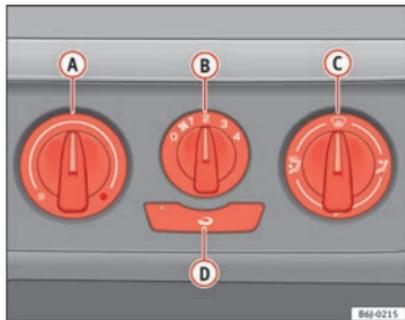

Fig. 103 Mandos de la calefacción en el tablero de instrumentos
- Gire el regulador de temperatura ⇒ fig. 103 **A** hacia la izquierda.
- Gire el regulador de la temperatura ⇒ fig. 103 **A** hacia la derecha hasta alcanzar el grado de calefacción deseado.
- Gire el regulador de la temperatura ⇒ fig. 103 **A** hacia la derecha hasta el nivel máximo de calefacción.
- Gire el regulador de temperatura ⇒ fig. 103 **(A)** hacia la zona de calefacción.